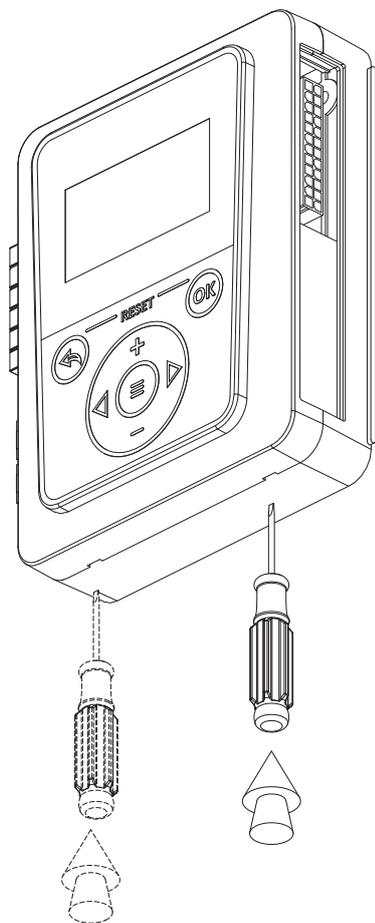

Рис.12 Демонтаж лицевой панели
3. Снимите контроллер с основания (**Рис.12**);